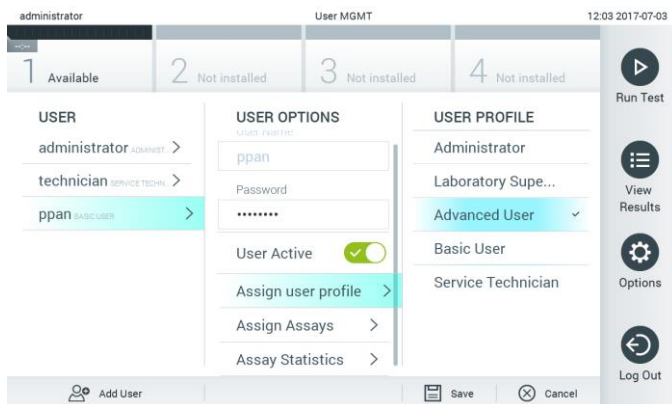

Figura 49. Atribuindo perfis a usuários.
- Assign User Profile (Atribuir perfil de usuário): permite atribuir um perfil de usuário diferente (por ex., Administrator [Administrador], Laboratory Supervisor [Supervisor de laboratório], Advanced User [Usuário avançado], Basic User [Usuário básico]). Selecione o perfil de usuário adequado a partir da lista à direita da área de conteúdo (Figura 49).